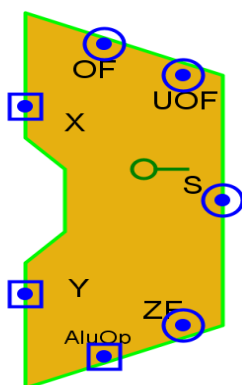

图 1-1 32 位 ALU 的封装
**注：**加法和减法运算禁止使用 Logisim 中内置的加法器和减法器，使用步骤 2 实现的“32 位可控加减器”，封装后的 32 位 ALU 如图 1-1 所示。